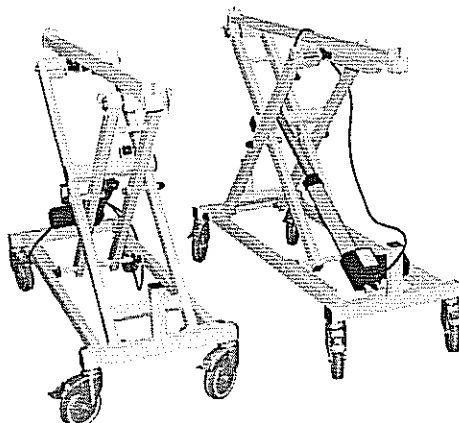

Abbildung 2
- Die Antriebe der Scherenhübe und die Handsteuerung sind an das Netzteil anzuschließen. Das Netzteil kann dabei auf die Erde gelegt werden. Dann fahren Sie den Bettenlift in die oberste Stellung. Netzteil und Handbedienung wieder entfernen. (Abbildung 2)